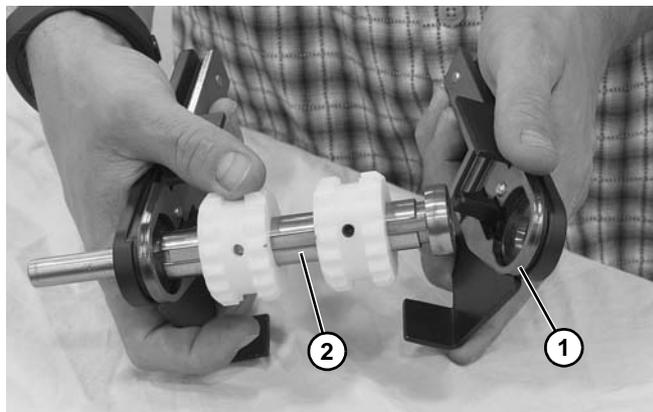

Abbildung 45
6. Kopfplatte (Abbildung 45, Teil 1) und Spindel (Abbildung 45, Teil 2) abnehmen.